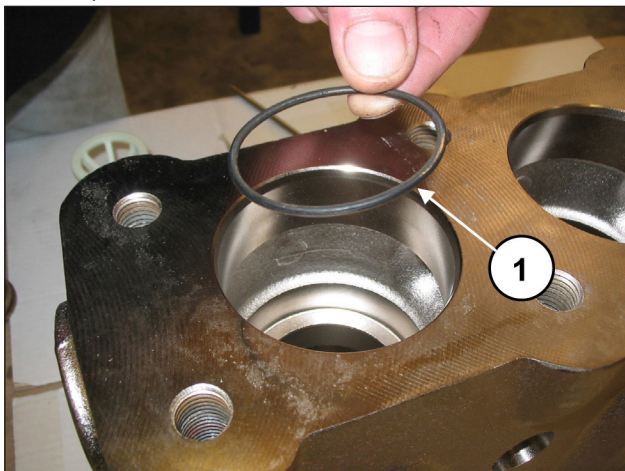

Abb. 118
Setzen Sie den O-Ring ein, Pos. 6 Explosionszeichnung (Pos. ①, Abb. 118).